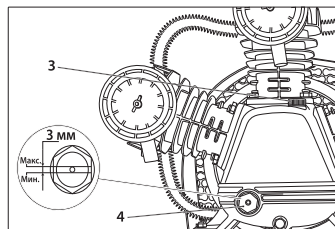

рис. 6
Открутите пробку масляного картера (3) и залейте масло до максимального уровня (красной отметки) в смотровом окне (4) (рис. 6). Дайте постоять компрессору 5 минут после заправки и снова проверьте уровень масла, при необходимости долейте до отметки максимума.
Проверить и при необходимости очистить воздушные фильтры компрессора. Проверить уровень масла в компрессоре по указателю (рис. 6), при необходимости долить масло.